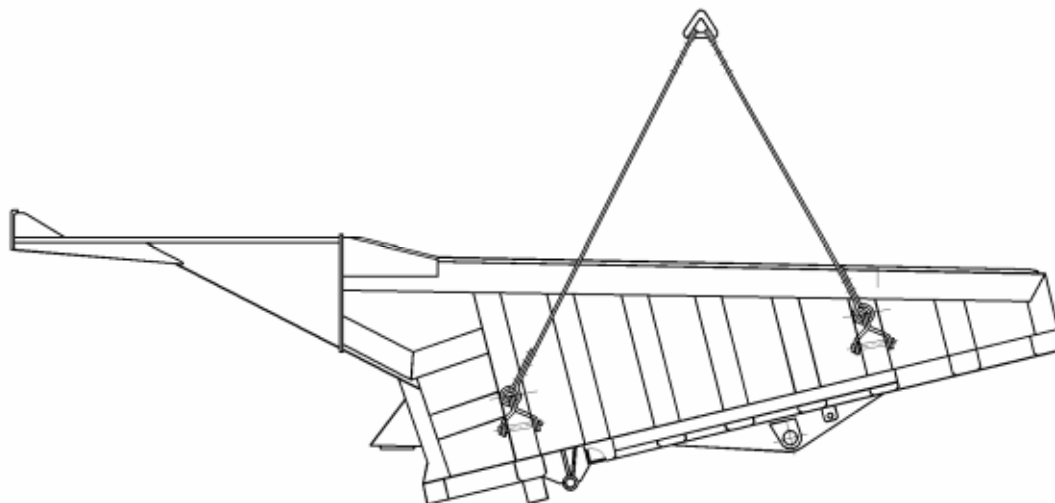

Рисунок 13.29 – Схема зачаливания платформы:
– снять платформу. Для снятия и установки платформы используются специальное чалочное приспособление (рисунок 13.29) и две дополнительные растяжки для маневрирования при транспортировке и установке платформы.